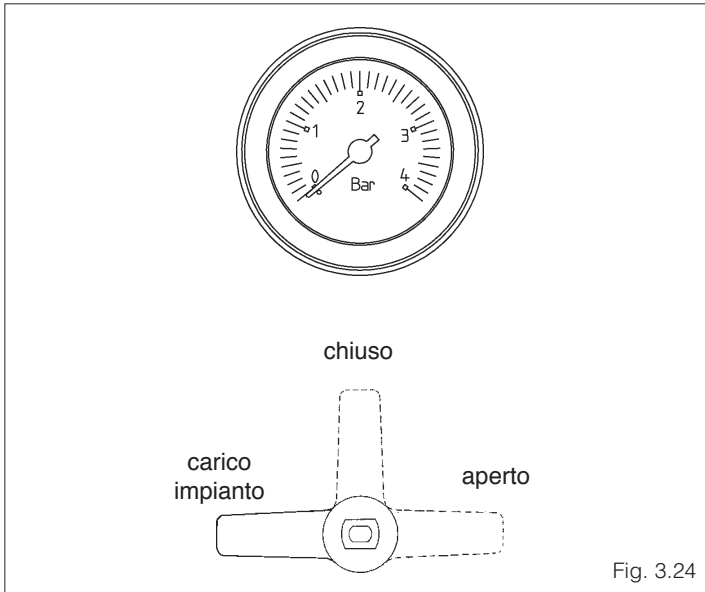

Fig. 3.24
- aprire i rubinetti di mandata e ritorno impianto (D) e lentamente il rubinetto di carico (B) fino a che la pressione a freddo indicata dall'idrometro arrivi a circa 1,5 bar (fig. 3.24)
- a riempimento effettuato, posizionare il rubinetto di carico nella posizione "aperto" (fig. 3.24).